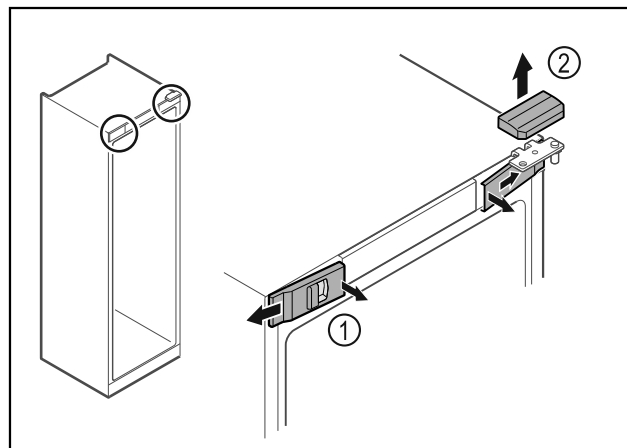

Fig. 8
- Disinnestare le coperture anteriori Fig. 8 (1) dall'interno ed estrarle lateralmente.
- Rimuovere la copertura superiore Fig. 8 (2) sollevandola verso l'alto.